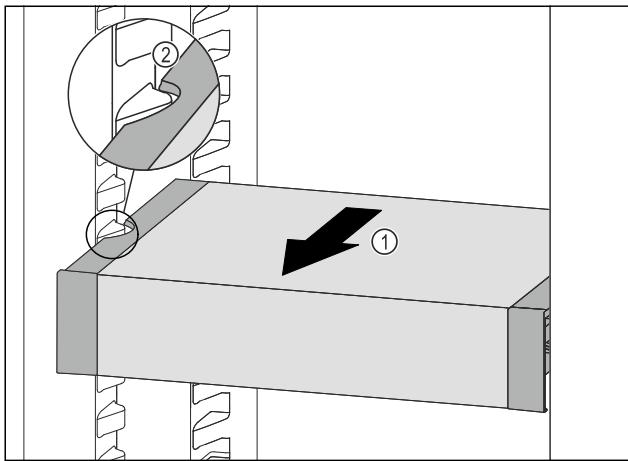

Fig. 96
- Táhněte VarioSafe dopředu Fig. 96 (1), dokud nebudou boční vybrání VarioSafe na úrovni žebrování na nádobu v chladničce. Fig. 96 (2)